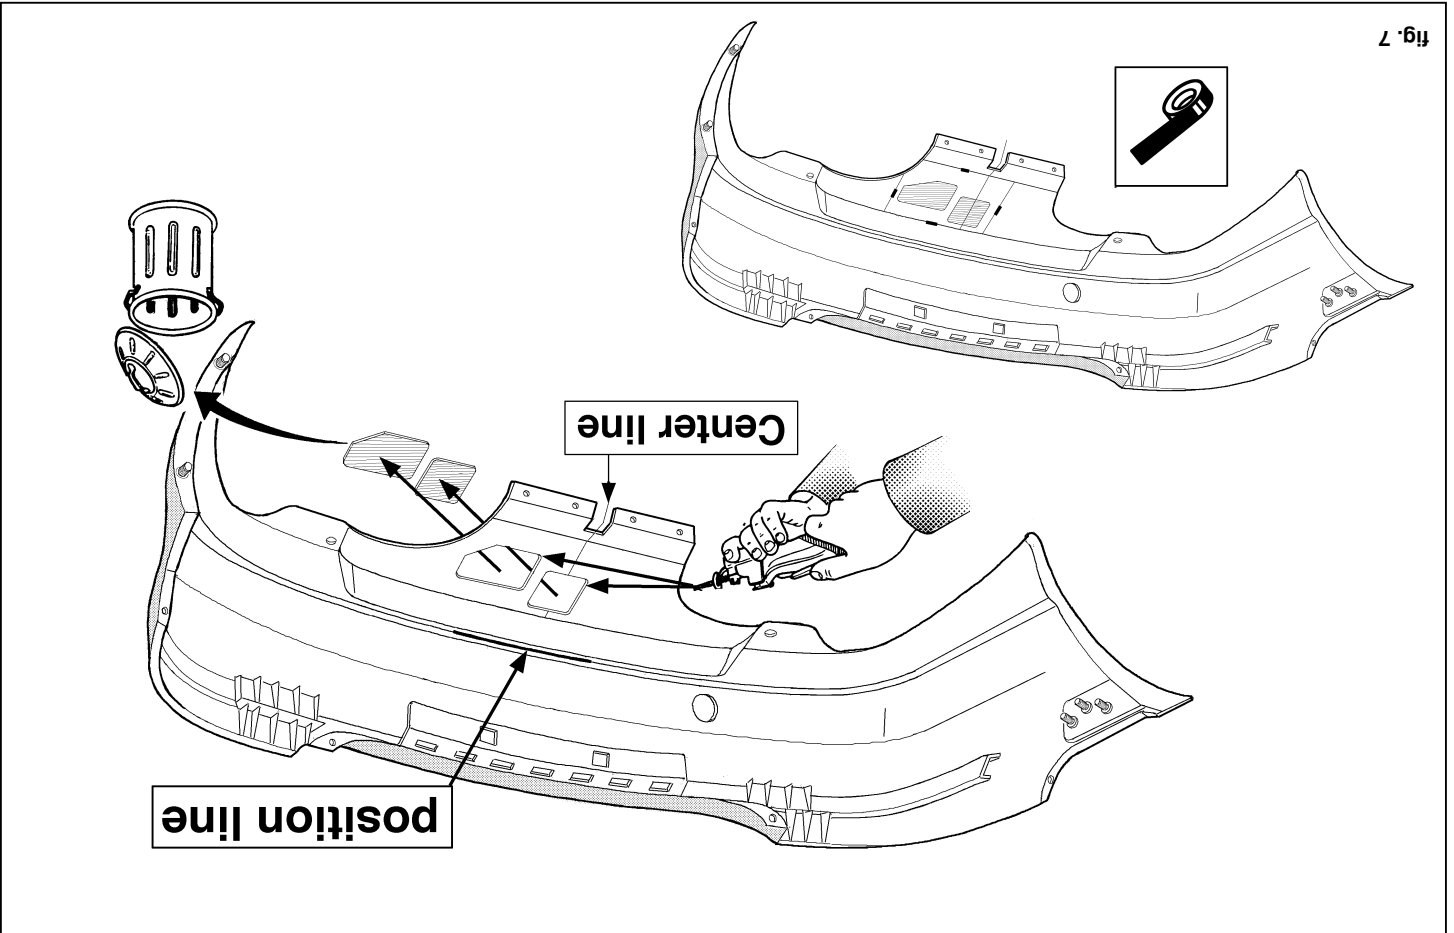

fig. 7
3. Draai alle bouten en moeren overeenkomstig de tabel vast. Draai eerst de onderste moeren t.p.v. de achterwand met het voorgeschreven moment aan. Draai vervolgens de bovenste moeren t.p.v. de achterwand met het voorgeschreven moment aan. Draai vervolgens de overige bouten met moment aan. Breng de sjabloon overeenkomstig fig.7 aan. (opgelet: afwijkende sjabloon voor de RS-bumper gebruiken!) Let er op dat middellijn en positielijn overeenstemmen. Zaag de gemarkeerde gaten uit. Indien nodig de deflector overeenkomstig fig.8 uitzagen.
3. Tighten all nuts and bolts to the torque indicated in the table. Start by tightening the lowest nuts on the back panel to the indicated torque. Next, tighten the uppermost nuts on the back panel to the indicated torque. Then tighten the remaining bolts. Apply the template as shown in fig. 7. (Note: for the RS bumper, use the alternative template!) Make sure that the midline and the position line are lined up. Saw out the marked holes. If needed, saw out the deflector as indicated in fig. 8.
3. Alle Schrauben und Muttern gemäß der Angaben in der Tabelle anziehen. Zuerst die untersten und anschließend die obersten Muttern an der Rückwand mit dem jeweilig vorgeschriebenen Drehmoment anziehen. Danach die übrigen Schrauben mit dem entsprechenden Drehmoment anziehen. Die Schablone gemäß Abb. 7 anbringen (Achtung: abweichende Schablone für RS-Stoßstange benutzen!). Achten Sie darauf, dass die Mittellinie und Positionslinie übereinstimmen. Die markierten Teile heraus schneiden. Falls notwendig den Deflektor gemäß Abb. 8 ausschneiden.
3. Serrer tous les boulons et écrous conformément au tableau. Serrer d'abord les écrous du bas à l'endroit de la paroi arrière en respectant le couple de serrage prescrit. Serrer ensuite les écrous du haut à l'endroit de la paroi arrière selon le couple de serrage prescrit. Puis serrer les autres boulons avec le couple de serrage indiqué. Monter le gabarit conformément à la figure 7. (Attention : le gabarit est différent pour le montage du pare-chocs RS (j). Veillez à ce que la ligne médiane corresponde à la ligne de position. Découper les trous marqués. Si nécessaire, découper le déflecteur conformément à la figure 8.
3. Momentdrag alla skruvar och muttrar enligt tabellen. Drag först åt de understa muttrarna vid bakväggen till det föreskrivna momentet. Drag sedan åt de översta muttrarna vid bakväggen till det föreskrivna momentet. Momentdrag sedan de övriga skruvarna. Anbringa schablonen enligt fig.7.(obs: Använd den avvikande schablonen för den rostfria kofångaren!) Se till att mittlinjen och positionslinjen korresponderar. Såga ut de markerade hålen. Såga vid behov ut deflektorn enligt fig.8.